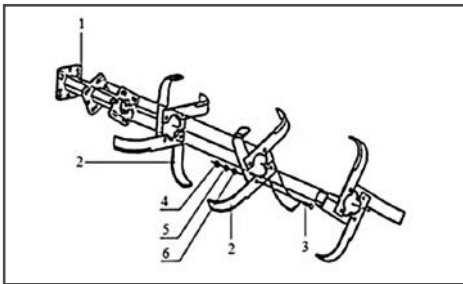

Рис.7 Сборка фрез
1. Установите ножи фрез на кронштейны осей фрез (ножи должны быть установлены лезвием по ходу культивации) Рис. 7.